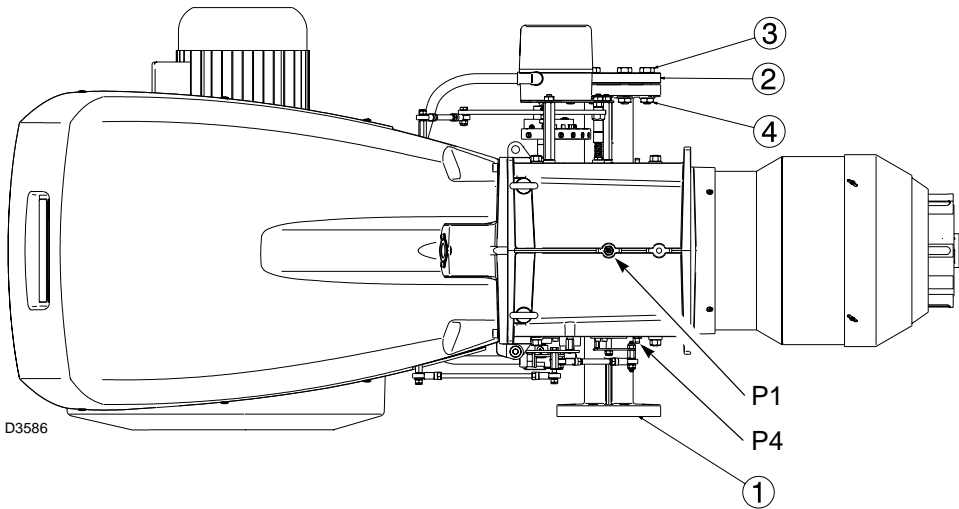

图 23
用法兰 1)(图 23) 将燃气阀组与燃烧器右侧连接。
- P4 - 燃烧头处的风压 (图 23)